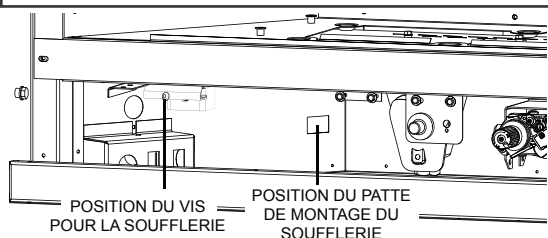

Fig. 1
- F. Faites pivoter la soufflerie dans le bas de l'appareil, assurez que le joint d'étanchéité reste en place entre le soufflerie et le foyer pendant que vous glissez le soufflerie contre la côté gauche dans la patte du montage du soufflerie. Fixer en place utilisant une vis, voir Figure 1 et 2.